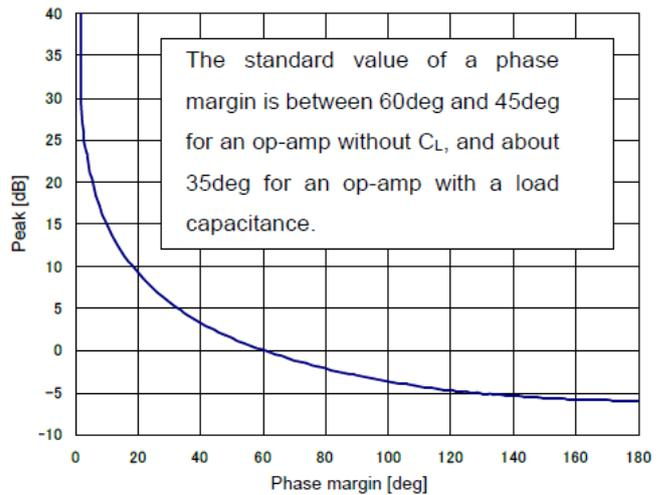

Figure 3.14.3. 이득피크계산결과
위의 식에 아래의 값을 대입하여 계산한 결과를 Figure 3.14.3.에 나타냅니다.
β=1, Figure 3.14.3.의 결과와 같이 위상여유가 60deg 일 때 피크는 0dB 가 되어 최적이 됨을 알 수 있습니다.
- 입출력간의 주파수특성을 측정하고 이득의 피크를 확인하는 것으로 본 자료의 Figure 3.14.3 에서 위상여유를 알 수 있습니다.
- Figure 3.14.3 는 모든 일반 OP Amp 에 적용 가능합니다.